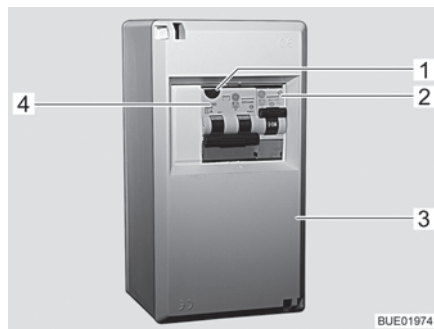

Fig. 127 Scatola dei fusibili a 230 V
Un interruttore di sicurezza per correnti di guasto combinato (Fig. 127,4) nella scatola dei fusibili (Fig. 127,3) protegge l'intero veicolo da correnti di guasto (0,03 A).
In veicoli con accessori opzionali (ad es. impianto di climatizzazione), un ulteriore interruttore di sicurezza (10 A) (Fig. 127,2) protegge l'apparecchio.
- Se il veicolo è collegato all'alimentazione a 230 V, premere il tasto di controllo (Fig. 127,1). L'interruttore di sicurezza per correnti di guasto deve scattare.